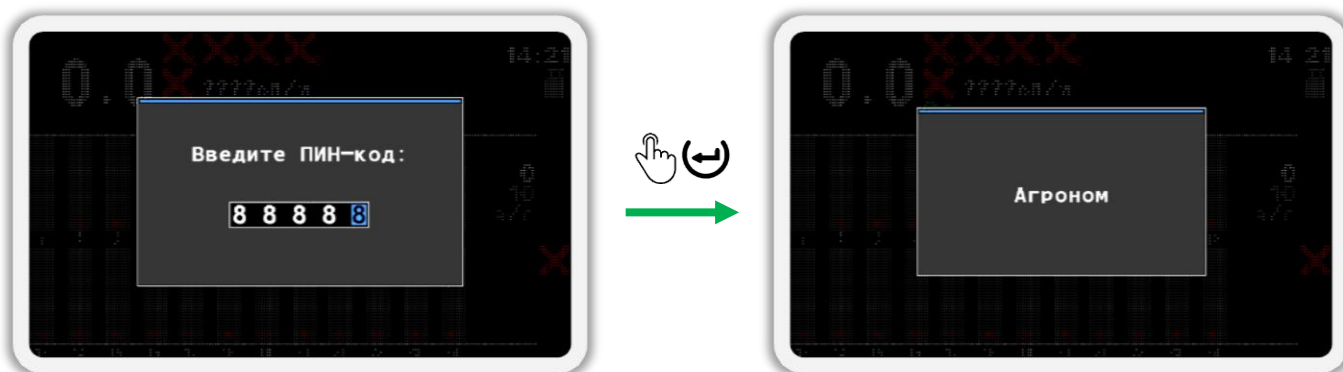

Рисунок 73
9. После того, как вы введете ПИН-код, нажмите кнопку  «Меню». Если код введен правильно, то вы увидите сообщение с надписью «Агроном» (см. Рисунок 73). После этого вы будете автоматически возвращены в меню «Настройки».